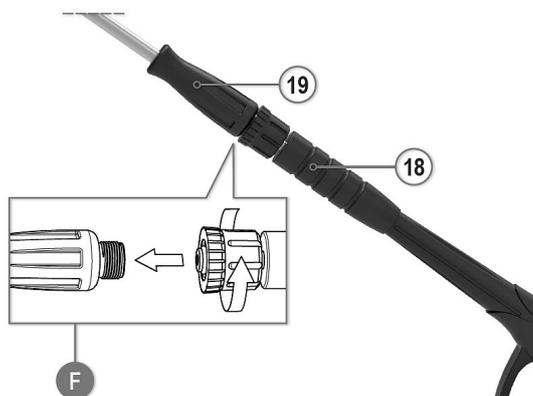
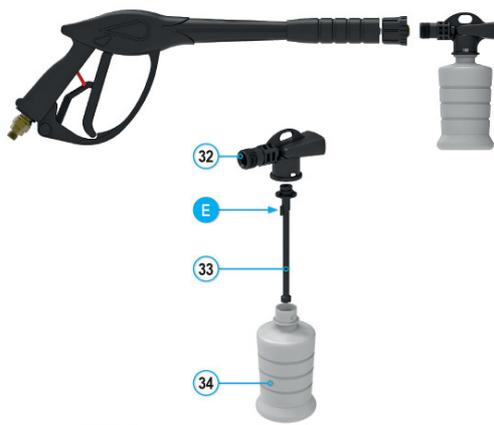

Abb. 14: Vorbereitung für den Betrieb Teil 4
Abb. 15: Betrieb mit Reinigungsmittel
Schritt 11: Bringen Sie den Geräteschalter (1) auf die Position "0" und schließen Sie das Strahlrohr (19, Abb.14) an die Handspritzpistole (18, Abb.14) an; ziehen sie Sie bis zum Anschlag fest. Bedienablauf F von Abb. 14
Schritt 1: Den Behälter (34, Abb.15) mit dem gewünschten Reinigungsmittel füllen.
- den Stab (33, Abb.15) aus dem Strahler (32, Abb.14) entfernen;
- den Zahn E des Stabes (33, Abb.15) mit einer der Zahlen, die innerhalb des Strahlers (32, Abb.15) aufgeführt sind, in Übereinstimmung bringen (1: minimale Ansaugleistung, 6: maximale Ansaugleistung);
- den Stab (33, Abb.15) erneut in den Strahler (32, Abb.15) einfügen.
Schritt 3: Den Behälter (34, Abb.15) mit dem schaumzeugenden Strahlrohr verkuppeln (32, Abb.15).
Schritt 4: Den Hauptschalter (1, Abb.3) in die Position "0" bringen und das Strahlrohr (32, Abb.15) an die Spritzpistole (18, Abb.5) anschließen.